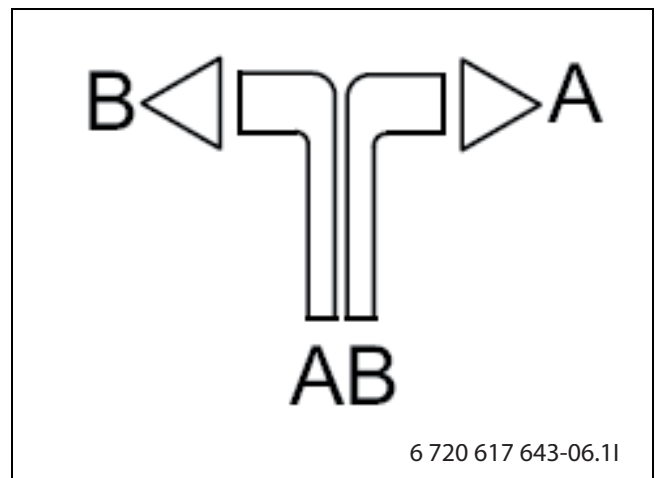

Bild 16 Durchflussrichtung der Umschaltklappe
- Die Luft muss unter dem Raumtemperaturfühler frei zirkulieren können (den schraffierten Bereich in Abb. 16 freihalten).